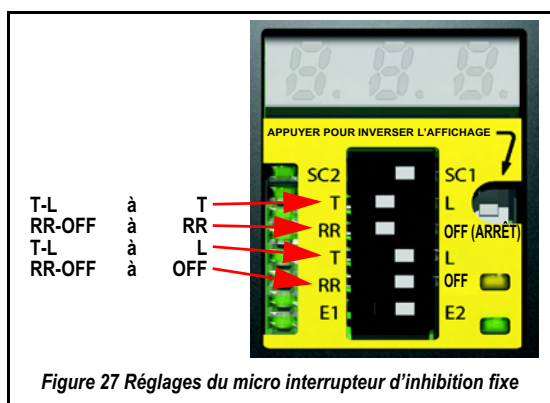

Figure 27 Réglages du micro interrupteur d'inhibition fixe
- 1) Régler les interrupteurs DIP T/L et RR comme illustré à la Figure 27 en page 43.